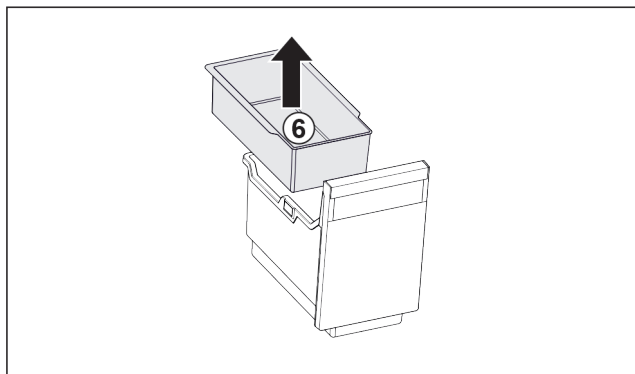

Fig. 119
- ▶ Vyměňte závěsnou misku Fig. 119 (6).